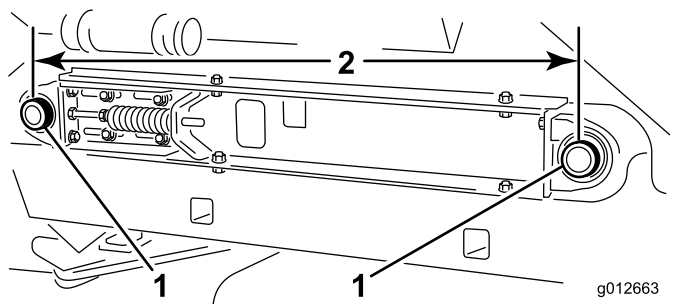

Bild 21
7. Messen Sie den Abstand zwischen den Mittelpunkten der Förderbandrollenwellen auf jeder Seite der Maschine, um sicherzustellen, dass die Abstände gleich sind (Bild 21).